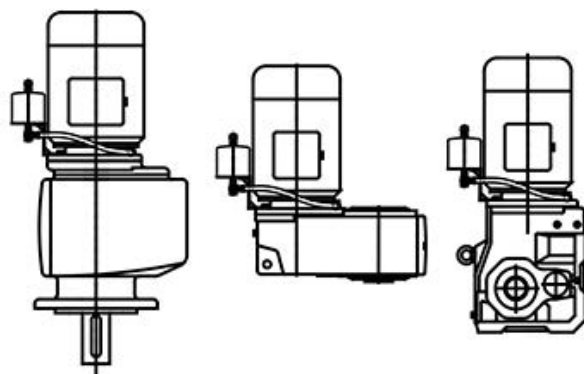

Figura 18: Posição do reservatório compensador de óleo
O reservatório compensador de óleo deve ser montado verticalmente, com a conexão da mangueira para baixo e o respiro roscado para cima. O reservatório deve ser montado o mais alto possível, sob consideração do comprimento da mangueira. Para sugestões para a posição do reservatório compensador de óleo, veja Figura 18. Observe que na forma de projeto M4 com a caixa de ligação na posição 2 não é possível uma montagem do recipiente compensador de óleo.
2. Monte o reservatório compensador de óleo conforme Figura 18 Oriente-o paralelo ao eixo do motor.